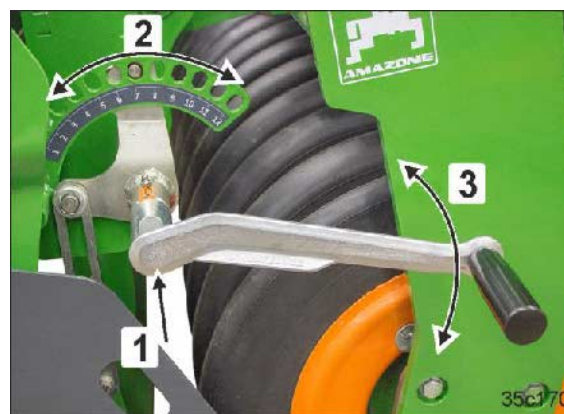

Fig. 129
1. Sortir l'outil de manipulation de la position de stationnement (Fig. 60/1, voir page 78) et l'introduire dans le dispositif de réglage (Fig. 129/1).
Maintenir fermement l'outil de manipulation (Fig. 129/3) en position avant de desserrer le verrouillage.
3. Régler la hauteur souhaitée pour la lame de nivellement (Fig. 129/3) en tournant (Fig. 129/2) l'outil de manipulation.